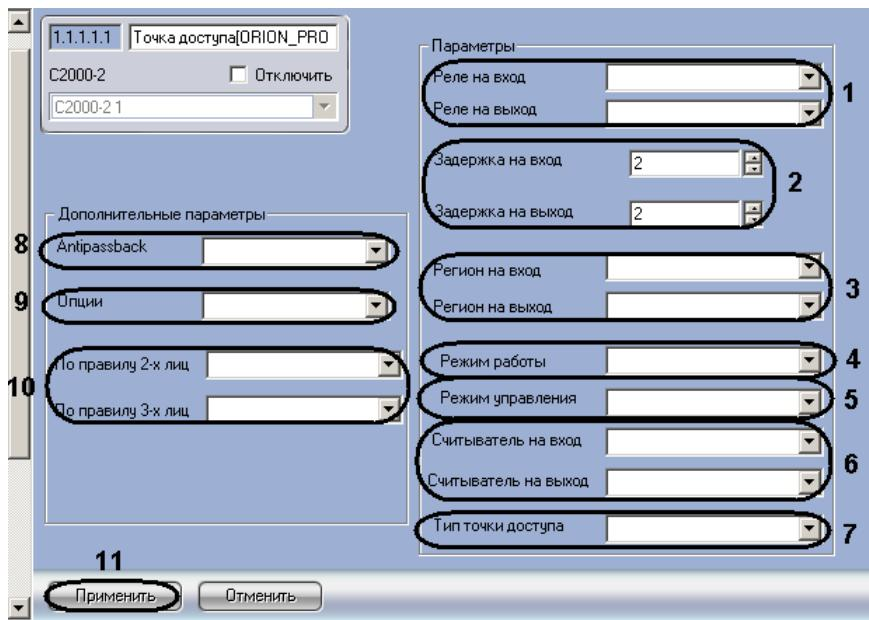

Рис. 3.3—20 Панель настроек объекта Точка доступа
2. Из раскрывающихся списков **Реле на вход** и **Реле на выход** выбрать объекты **Реле**, управляющие исполнительным механизмом точки доступа на вход и на выход соответственно (см. Рис. 3.3—20, 1).